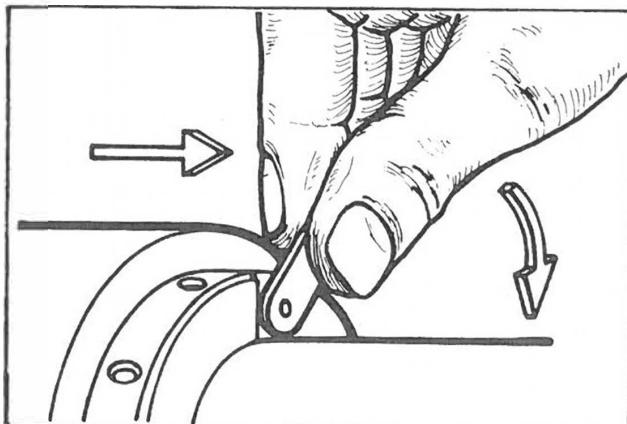

Fig. 110
Per registrare le frizioni a dischi metallici procedere come segue (Fig. 110):
To set metal disc clutches do following (Fig. 110):
- Etablir les positions extrêmes et intermédiaires du levier de commande d'accélérateur à l'aide des écrous et contre-écrous du secteur (fig.110).
Pour régler les embrayages à disques métalliques procéder comme suit (fig.110) :